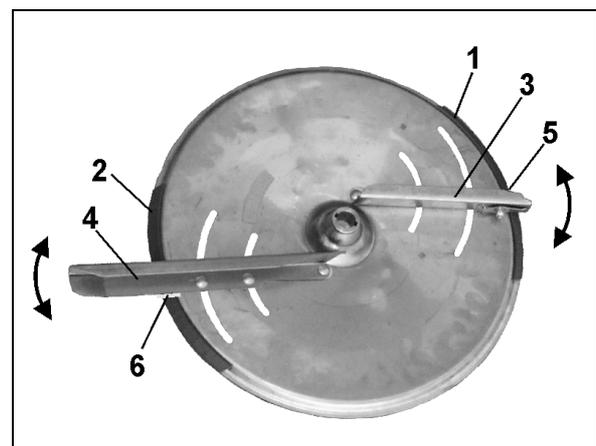

Fig. 54
- Der kürzeren Streuschaufel (Fig. 54/3) ist die Skala (Fig. 54/1) mit den Werten von 5 bis 28 und der längeren Streuschaufel (Fig. 54/4) die Skala (Fig. 54/2) mit den Werten von 35 bis 55 zugeordnet.
- Das Verschwenken der Streuschaufeln auf einen höheren Zahlenwert der Skala (Fig. 54/1 bzw. Fig. 54/2) bewirkt eine Vergrößerung der Arbeitsbreite.
3. Den Skalenwert für die Schaufelstellung der **kurzen** Streuschaufel auf der Skala (Fig. 54/1) aufsuchen.
4. Ablesekante (Fig. 54/5) der **kurzen** Schaufel (Fig. 54/3) auf den Skalenwert schwenken und **die Flügelmutter wieder fest anziehen**.
5. Den Skalenwert für die Schaufelstellung der langen Streuschaufel auf der Skala (Fig. 54/2) aufsuchen.
6. Ablesekante (Fig. 54/6) der langen Schaufel (Fig. 54/4) auf den Skalenwert schwenken und die Flügelmutter wieder fest anziehen.